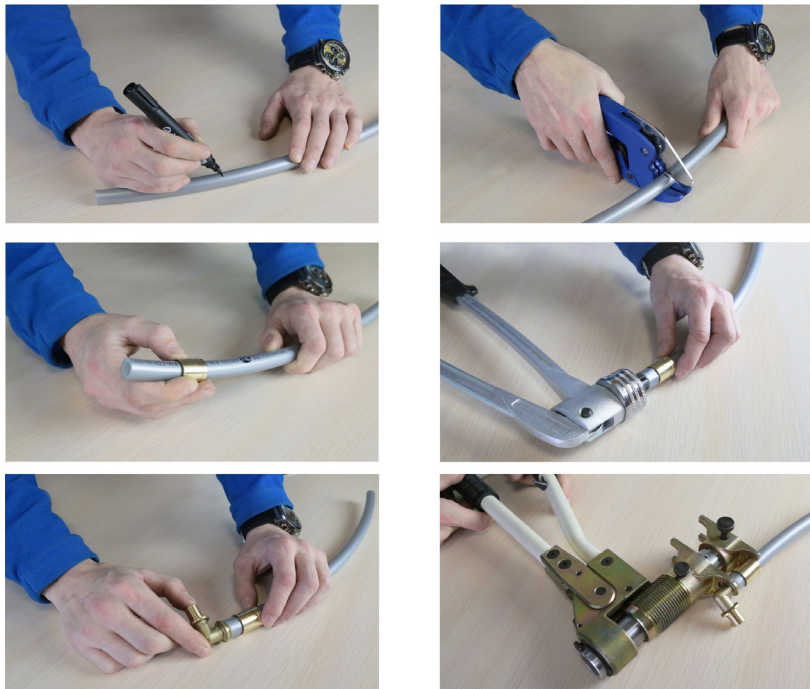

Рис. 4. Этапы монтажа аксиальных фитингов
3.1. Монтаж фитинга выполняется в несколько этапов (см. рис.4)
5. Поместите штуцер фитинга в трубу до упорного буртика. Упорный буртик (поз.5 рис.4) не позволяет вручную продвинуть штуцер в раструб трубы целиком, тем самым контролируя её соосность с фитингом.
6. Сдвиньте гильзу на фитинг с помощью пресса с насадками необходимых размеров так, чтобы гильза дошла до воротника фитинга (поз.6 рис.4). После сборки фитинга не допускается проворачивать трубу, а также изгибать ее ближе 10 диаметров от места соединения.